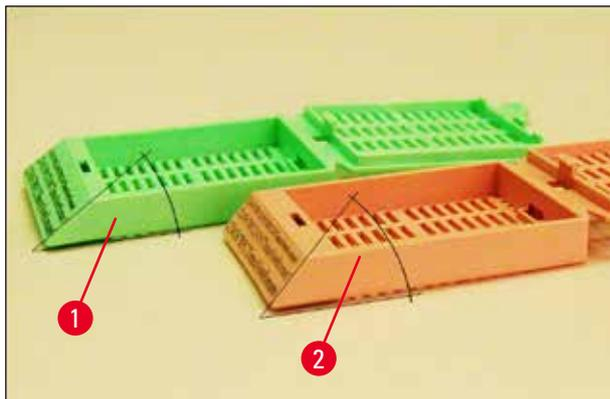

図 8
- (→ "図 8")に示すように、カセットには、印字面の角度（底面を基準に測った角度）が 35° (→ "図 8-1")と 45° (→ "図 8-2")の 2 種類があり、角度によって印字可能面の大きさが異なります。